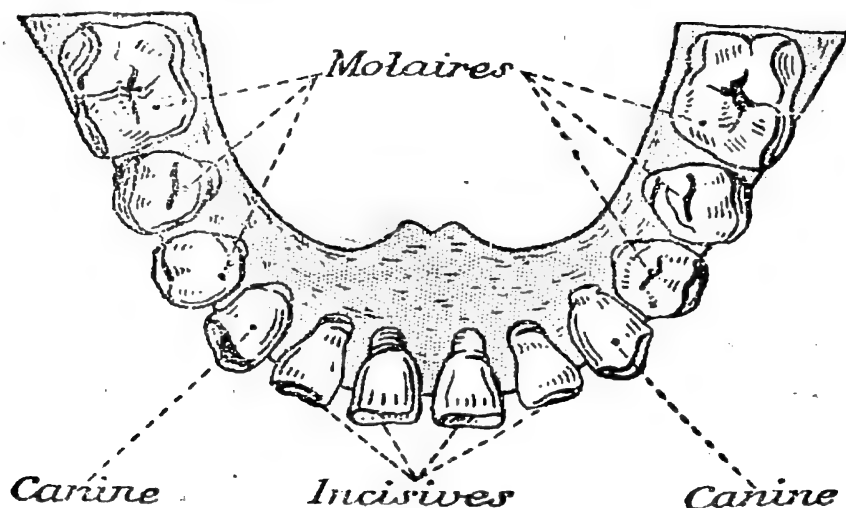

Fig. 2. — Les dents de la mâchoire inférieure d'un enfant de 12 ans
Comptez les dents de votre voisin de classe; vous en trouverez probablement 12 à chaque mâchoire (*fig. 2*). Mais ces dents ne sont pas toutes semblables.
**2. Les incisives.** — En avant de chaque mâchoire, nous avons 4 dents larges et plates (*fig. 2*). Les deux du milieu, à la mâchoire supérieure, sont plus larges que les dents du bas correspondantes. C'est avec ces huit dents que nous coupons le pain, un fruit, tous
**3. Les canines.** — La dent voisine des incisives, de chaque côté, est plus grosse, arrondie et légèrement pointue (*fig. 2*). Elle pique plutôt qu'elle ne coupe. Chez le chien, ces dents, longues, fortes
**4. Les molaires.** — Les dents qui font suite aux canines sont plus grosses (*fig. 2*) ; elles se terminent par une sorte de petit plateau sur lequel on remarque deux ou quatre bosses arron-